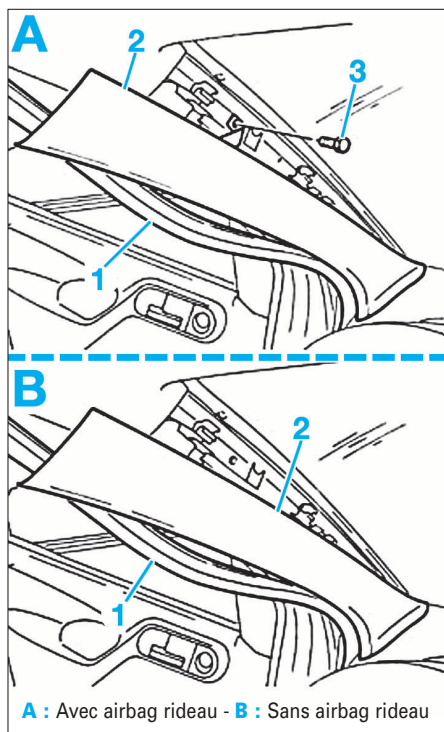

FIG. 98
- Décliper les deux montants avant de pare-brise (Fig.98).